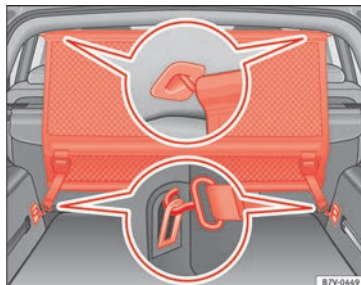

Abb. 92 Im Gepäckraum: Netztrennwand hinter der zweiten Sitzreihe einbauen
- Netztrennwand in der hinteren linken Aufnahme im Dach einhängen » Abb. 92. Darauf
- Beide Haltehaken der Netztrennwand in die vorderen Verzurrösen im Gepäckraum » Abb. 92 einhängen und die Gurte fest spannen.
- Netztrennwand in der vorderen linken Aufnahme im Dach einhängen » Abb. 92. Darauf achten, dass die Querstange über die obere Position hinaus nach unten gezogen wird.
- Haltehaken der Netztrennwand an den Halteösen » Abb. 92 aushaken.
- Netztrennwand an der rechten Aufnahme im Dach » Abb. 92 durch Zusammendrücken der Querstange aushängen. »